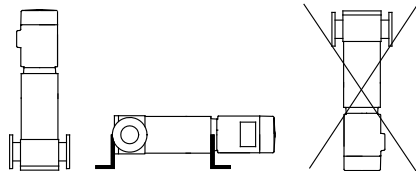

Рис. 2 Расположение насоса
- Всегда устанавливайте насос так, чтобы электродвигатель располагался над насосом во избежание перегрева подшипников электродвигателя. См. рис. 2.